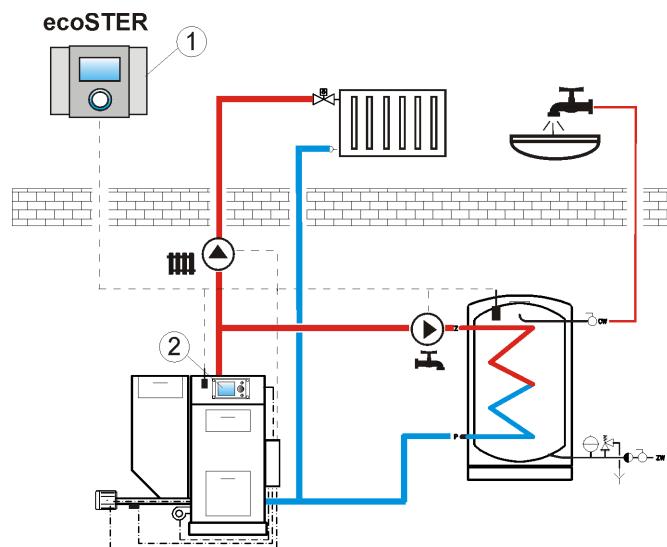

Рис. 7.4¹ Схема взаимодействия есоSTER200 и есоМАХ800, где: 1 – есоSTER200, 2 – регулятор котла есоМАХ800.
Для вывода главного экрана регулятора котла есоМАХ (2) Рис. 7.4 необходимо во время отображения главного экрана термостата несколько раз повернуть регулятор вправо. Короткое нажатие кнопки вызовет отображение меню регулятора котла. Это меню аналогично меню в регуляторе котла есоМАХ, поэтому необходимо следовать инструкциям регулятора котла.